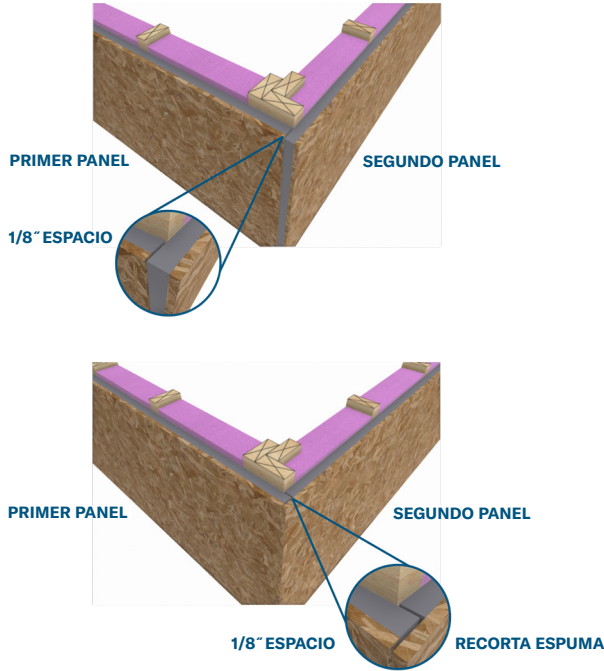

Figura 1: Instalación de paneles LP NovaCore™ en las esquinas exteriores
- Coloque los clavos a 3/8" de todos los bordes del panel, excepto en las esquinas exteriores. Los clavos pueden retroceder aproximadamente 2" del borde del panel, según el detalle de superposición utilizado (vea la Figura 1).
- Esquinas exteriores (ver Figura 1): Instale el primer panel dentro de un 1/8" del borde del barrote del extremo de la esquina. Instale el segundo panel para que se superponga de modo que el borde del segundo panel quede al ras con la cara exterior del OSB del primer panel. Alternativamente, la espuma del segundo panel se puede recortar y el primer panel se movió para cubrir la espuma del segundo panel (deje un espacio de 1/8"). Nota: los clavos estarán aproximadamente a 2" de la esquina dependiendo del detalle.